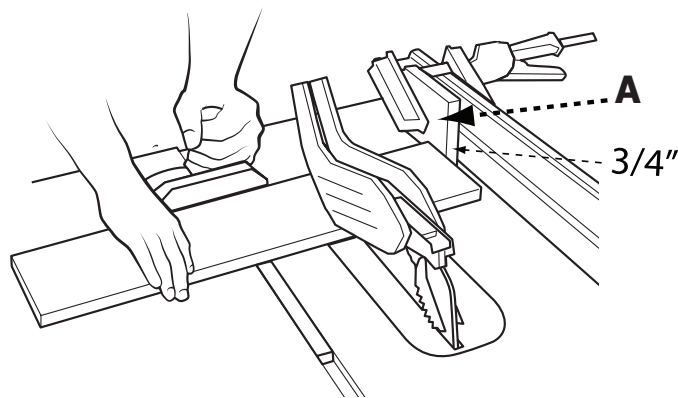

FIGURE 32
2. Desserrez la vis à tête cylindrique qui bloque la came de butée à 0 ° (au centre de la came). Comme le montre la figure 32